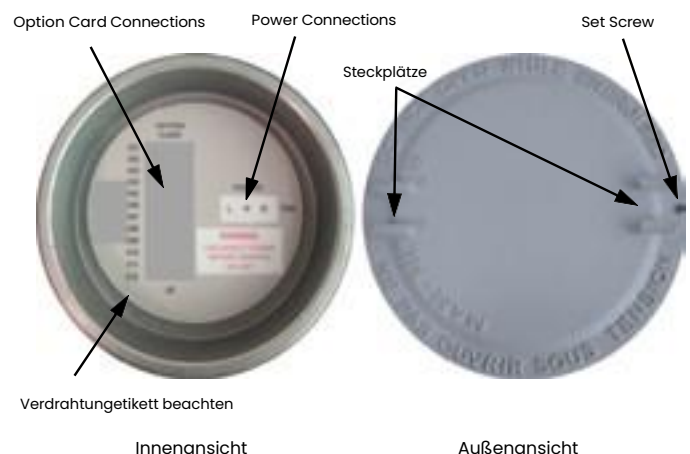
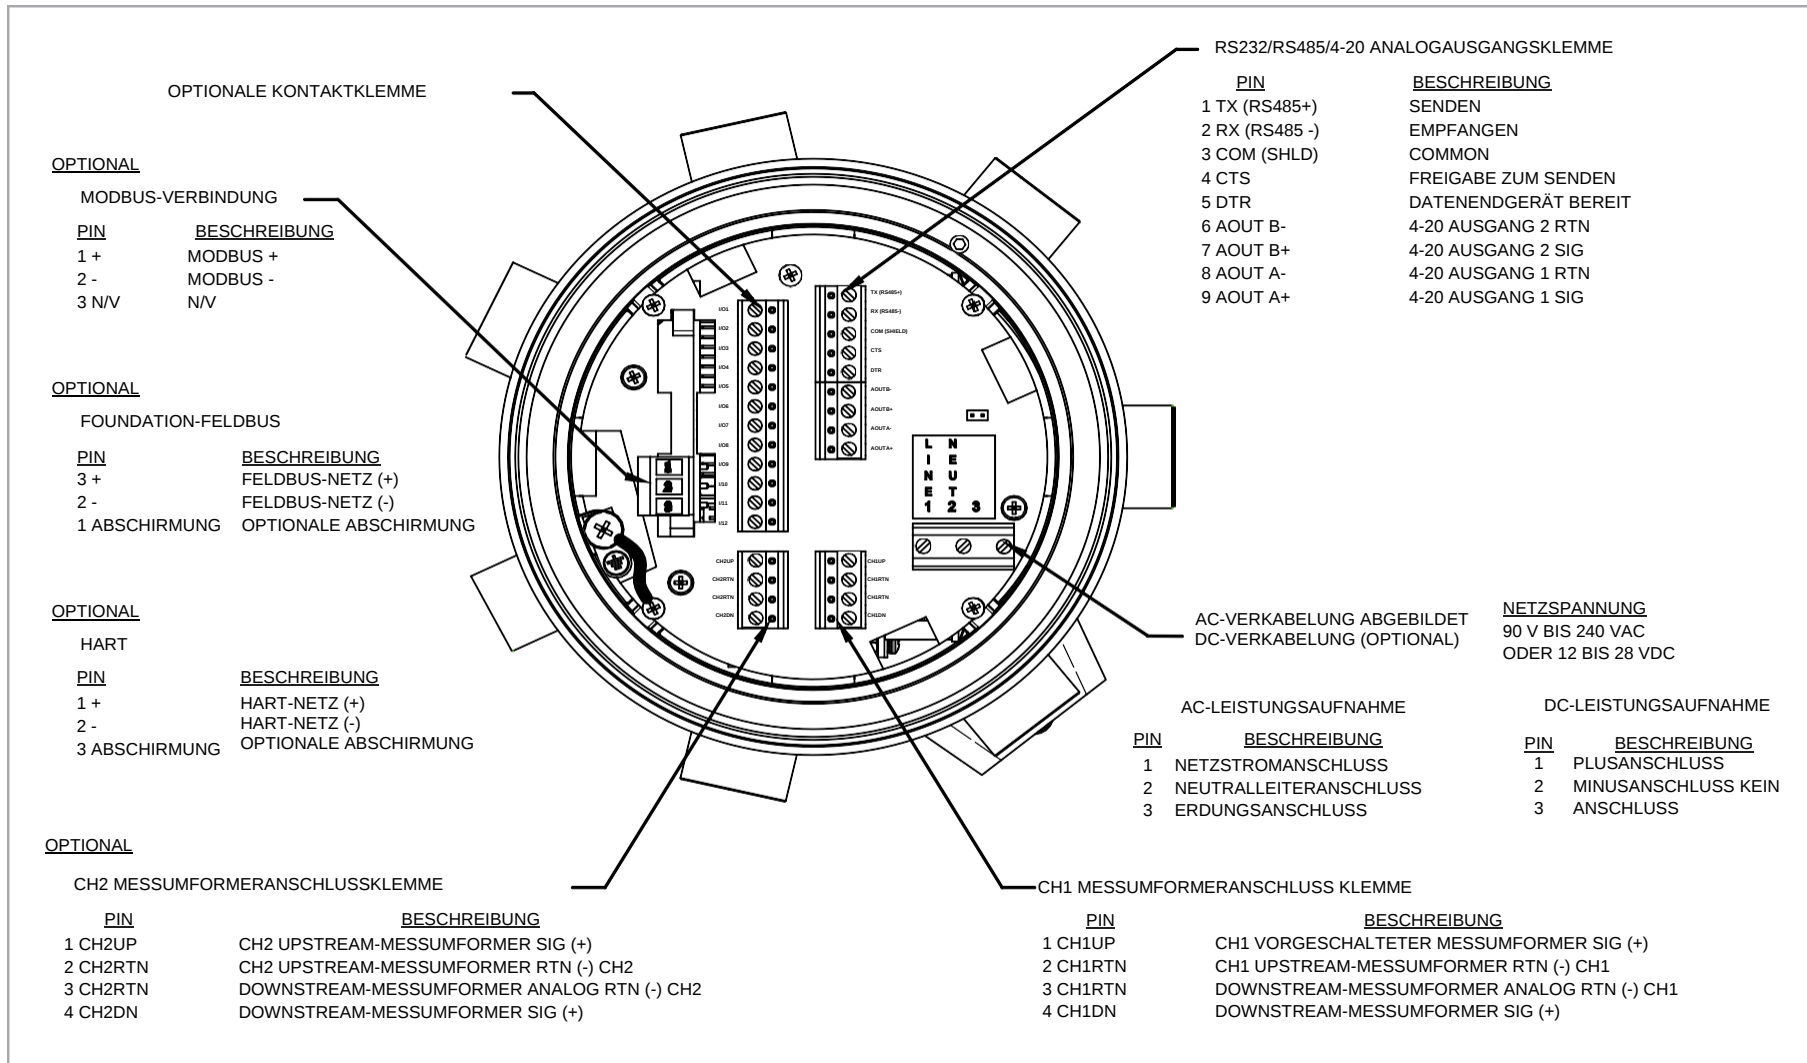

Abbildung 9: Rückseitige Abdeckung mit Anschlusskabeln
Abbildung 13: Elektronik des Messumformers - Schaltplan (Ref.dwg.#702-1846)
Um das *PanaFlow ZIG/Z2G Prozessgas-Durchflussmessgerät* für die Verdrahtung vorzubereiten, siehe *Abbildung 9* unten und führen Sie die folgenden Schritte aus:
3. Siehe Abbildung 13 auf Seite 14 für die richtige Klemmenleiste und Verdrahtung der Analogausgänge entsprechend der Abbildung. Ziehen Sie die Kabelklemme fest.
Siehe Abbildung 13 auf Seite 14 für die richtige Klemmenleiste. Die serielle RS485-Schnittstelle wie folgt verdrahten:
3. Beachten Sie die 12-polige Anschlussleiste in Abbildung 13 auf Seite 14 und verdrahten Sie die Optionskarte entsprechend dem Etikett auf der Innenseite der Rückwand (siehe Abbildung 9 auf Seite 7). Ziehen Sie die Kabelklemme fest.
Führen Sie vor dem Herstellen der Anschlüsse die Schritte unter „Herstellen der elektrischen Anschlüsse“ auf Seite 10 aus, verdrahten Sie anschließend die Analogeingänge wie auf dem Etikett auf der rückseitigen Abdeckung gezeigt (siehe Abbildung 9 auf Seite 7).
Die RTD-Optionskarte des *PanaFlow Z1G/Z2G* Prozessgas-Durchflussmessgeräts hat zwei oder vier direkte RTD-Eingänge. (als A, B, C und D bezeichnet). Jeder RTD-Eingang benötigt drei Drähte und muss entsprechend dem Etikett auf der rückseitigen Abdeckung angeschlossen werden (siehe *Abbildung 9 auf Seite 7*).
Informationen zur Verdrahtung der HART-Schnittstelle finden Sie in *Abbildung 13 auf Seite 14*.
Siehe *Abbildung 13 auf Seite 14*, um die Foundation-Fieldbus-Schnittstelle zu verdrahten. Gehen Sie wie folgt vor: